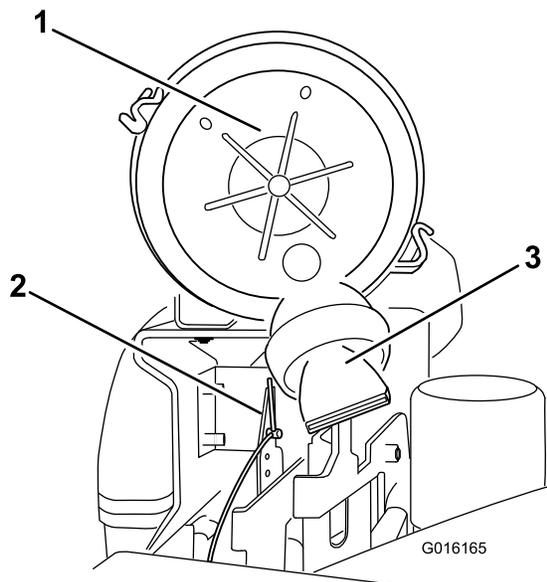

Figure 47
4. Placez le couvercle du filtre à air de sorte que le reniflard ne gêne pas le mécanisme d'accélérateur (Figure 47).
5. Fixez le couvercle avec les verrous (Figure 47).